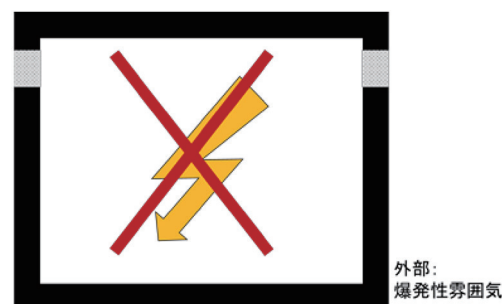

図4 安全増防爆構造式図
- 4) 安全増防爆構造（protection by increased safety、記号：e、図4）は、通常の動作・運転中には、電気火花、高温部を発生せず、可燃性物質の着火源になるおそれのないように電気回路を工夫し、安全性を高めた構造である。電気機器が正常に運